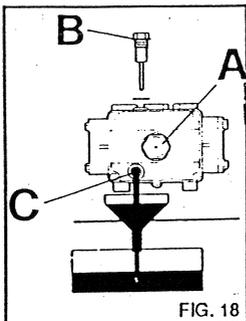

FIG. 18
Controllare periodicamente il livello dell'olio nella pompa alta pressione tramite la spia visiva (fig. 18 A) o l'asta di controllo livello (fig. 18 B).
- 1) Svitare il tappo di scarico situato sotto la pompa (fig. 18 C).